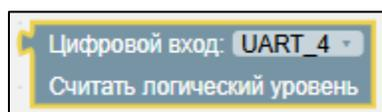

Рисунок 64 – Блок «Цифровой вход: UART_X»
- 2) Блок «Цифровой вход: UART_X» (см. Рисунок 64) – конфигурирует выбранный аппаратный UART для работы в режиме цифрового входа и считывает текущее логическое состояние на его входной линии.